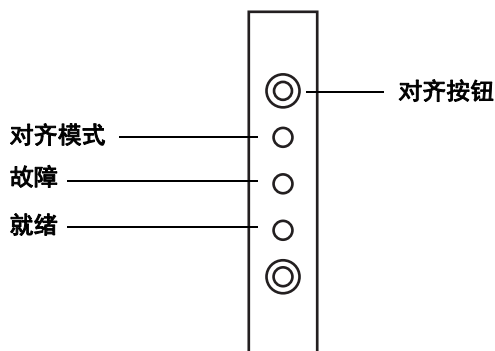

图 77 对齐进样器
- 4 使用细长物品按下指示灯上方凹进的“对齐”按钮。避免接触凹孔内的按钮后面或周围（图 77）。